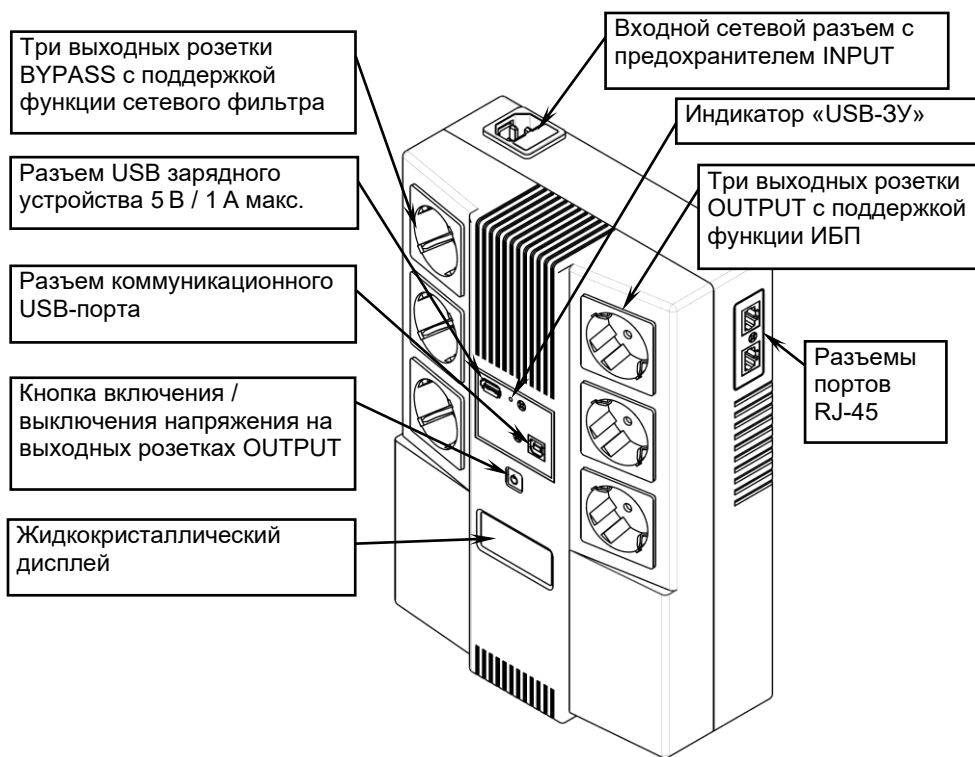

Рисунок 1 – Общий вид изделия спереди
- возможность оперативного выключения/включения напряжения на выходах с функцией ИБП кнопкой, размещенной на передней панели (см. рисунок 1).
Источник имеет (см. рисунок 1):
После подключения изделия к источнику сетевого напряжения (см. раздел **УСТАНОВКА И ПОДКЛЮЧЕНИЕ**) включается индикатор «USB-3У» (см. рисунок 1), на выходных розетках BYPASS (с функцией сетевого фильтра) появляется выходное напряжение, изделие осуществляет заряд встроенной АКБ, зарядное устройство USB активно.
Включение ИБП осуществляется кнопкой  (см. рисунок 1). После включения, в течение некоторого времени тестируется состояние входного сетевого напряжения, звучит длинный звуковой сигнал, все индикаторы светятся. Если уровень сетевого напряжения находится в допустимом диапазоне, изделие подает выходное напряжение на розетки OUTPUT, символы режима работы от АКБ и режима неисправности гаснут, символ режима работы от сети остается включенным. В противном случае ИБП включается в режим питания от АКБ (режим «РЕЗЕРВ»), символ режима работы от сети гаснет, а символ режима работы от АКБ остается включенным. Зарядное устройство USB остается активным.
Подключение изделия следует выполнять при отключенном сетевом напряжении питания в следующей последовательности (см. рисунок 1):